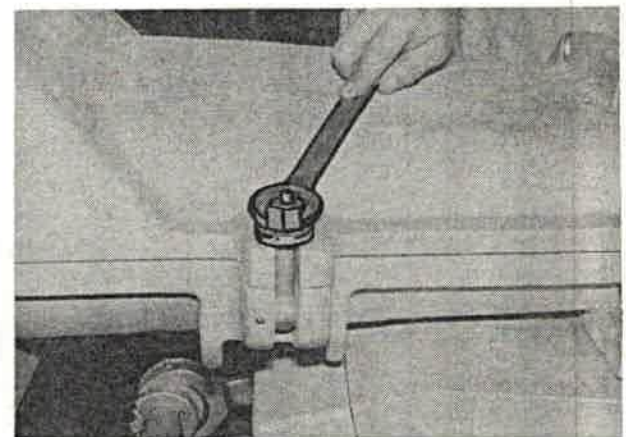

Bild 203
2.5 Hintere Schwenkschraube lösen (Bild 203) und nach unten schwenken.